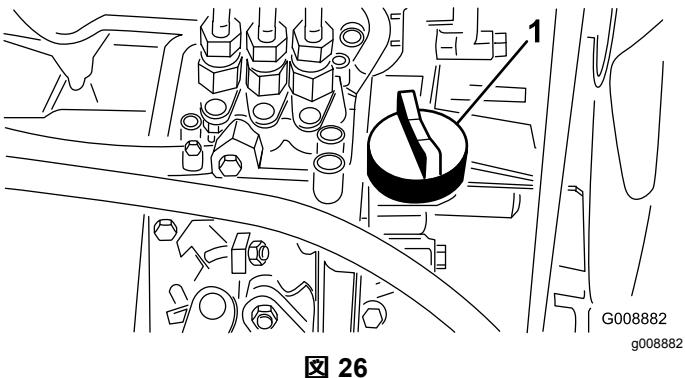

図 26
4. 不足しているれば補給口キャップ図 26をとり、ディップスティックのFull 位置まで少量ずつオイル